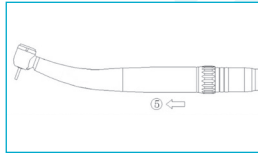

Fig. 6-3
Tenere fermo l'attacco LED ed estrarre il dispositivo medico ruotandolo leggermente (Fig. 6-3⑤).